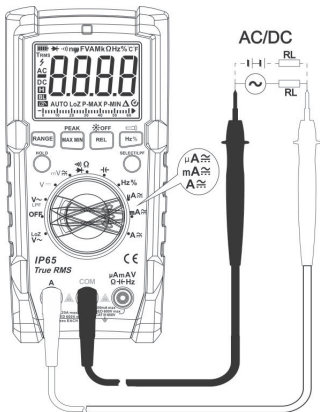

Рис. 10. Измерение переменного и постоянного тока
7.9. Измерение переменного и постоянного тока (см. Рис. 10)